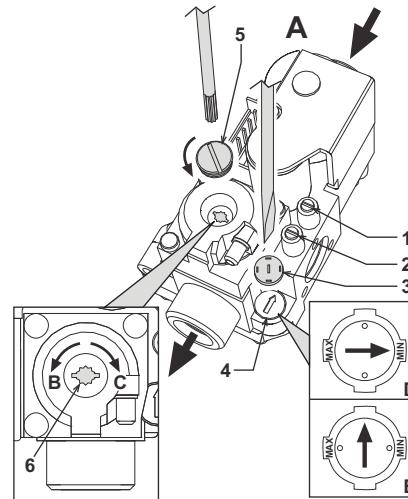

fig. 17 - Regulación de la presión
En las calderas PEGASUS D es posible regular la capacidad térmica del hogar y en consecuencia la potencia térmica entregada al agua de calefacción, actuando únicamente en la regulación del quemador principal a través de la válvula de gas (véase fig. 17). Los diagramas del apartado cap. 5.2 indican la variación de la potencia térmica entregada al agua al variar la presión de funcionamiento del quemador. La adecuación de la potencia de la caldera a las exigencias de calefacción permite reducir las dispersiones y ahorrar combustible. Además, con la variación de potencia reglamentada por la normativa, las calderas mantienen casi inalterados los valores de rendimiento y las características de combustión.
- Con un pequeño destornillador sacar el capuchón de protección 5 del operador secundario de la válvula de gas de fig. 17.
- Conectar un manómetro a la toma de presión 2 (fig. 17), situada después de la válvula del gas, y poner el mando del termostato de la caldera en el valor máximo.
- Regular la presión por medio del tornillo 6 (fig. 17) en el valor deseado, guiándose con los diagramas del apartado cap. 5.2.
- Quitar el pequeño capuchón de protección 3 de la válvula de gas (fig. 17). Con un pequeño destornillador, regular el "STEP" de encendido para el gas deseado (**G20-G25** posición **D** fig., o **G30-G31** posición **E** fig. 17), y volver a poner, el capuchón.
- Purgar el aire presente en los tubos del gas por medio de la toma de presión 1 de la válvula del gas (fig. 17).